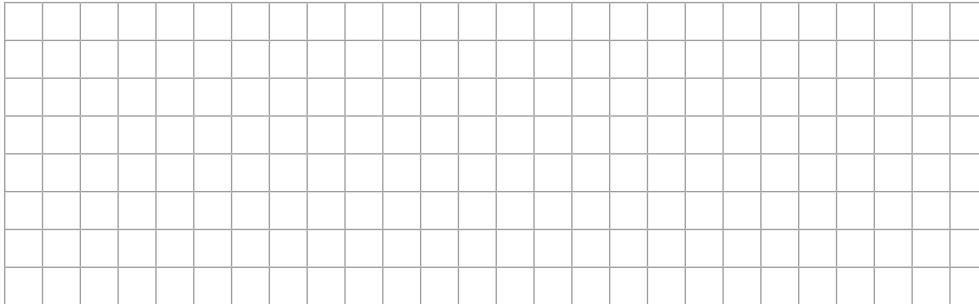

Abb. 1.2
Die Kontakte des Steckbretts haben einen Abstand von 2,54 mm. Dieses Maß ist ein genormtes Maß für Platinen zur Aufnahme von Schaltungen. Es wird *Rastermaß (RM)* genannt. Viele Bauelemente haben zwei Leitungsanschlüsse, die erst noch auf dieses Maß gebracht werden müssen. Wenn Sie einen Widerstand in die Hand nehmen, ist auf jeder Seite ein ca. 3 cm langer Anschlussdraht. Die Biegehilfe (Abb. 1.2) erleichtert Ihnen das Biegen dieser Anschlussleitungen auf das richtige Maß. Sie erlaubt das Biegen der Anschlüsse auf das 4- bis 8-fache des Rastermaßes.
Für die meisten Anwendungen biegen Sie Widerstände im RM 6. Auf der Biegehilfe sind je RM-Abschnitt Nuten eingefräst, die auch noch unterschiedlichen Abstand haben. Dieser Abstand erlaubt es uns, das Bauelement (hier: Widerstand) so einzulegen, dass die gebogenen Anschlussleitungen den gleichen Abstand vom Bauelement haben (Abb. 1.2).